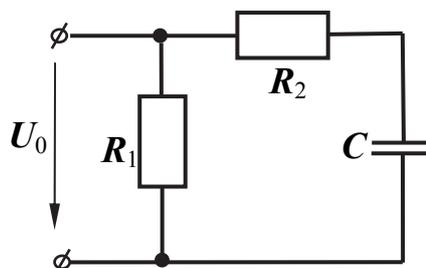

Рис. 19.2
2. Собрать электрическую цепь по схеме (рис. 19.2) в соответствии с номером варианта, заданным преподавателем (табл. 19.1). Наблюдать на экране осциллографа форму напряжения на конденсаторе. Для этого в параллель к конденсатору подключить виртуальный вольтметр  $U_0$ .